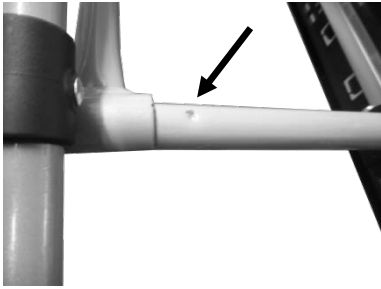

Figura 9: Marcatura supporto lampade
- A questo punto, inserire di nuovo i tubi del supporto lampade nel piano di supporto. Spingere i tubi fino a coprire la marcatura sui tubi (figura 9).